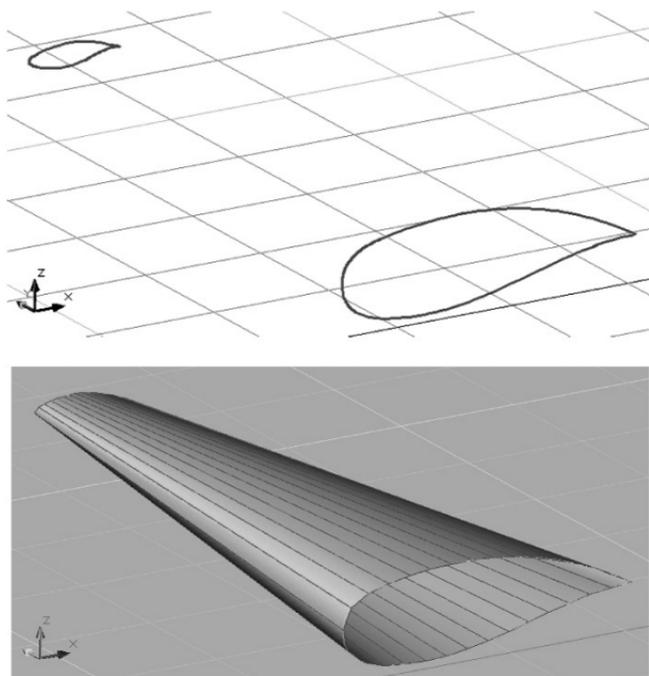

Рис. 7.8. Направляющие и поверхностная модель крыла
- перейдите на вид спереди и постройте из сплайна профиль (дозвуковой, сверх- или трансзвуковой) в виде двух направляющих линейчатой поверхности косого клина (на рис. 7.8, вверху, представлены направляющие для дозвукового профиля);
- перейдите на вид сверху и отодвиньте вторую направляющую на необходимое расстояние (рис. 7.8) и выберите удобный трехмерный вид;
- 4. Сохраните файл. Результат построений в виде поверхностной модели крыла представлен на рис. 7.8, внизу, в режиме отображения **Realistic** (Реалистичный).